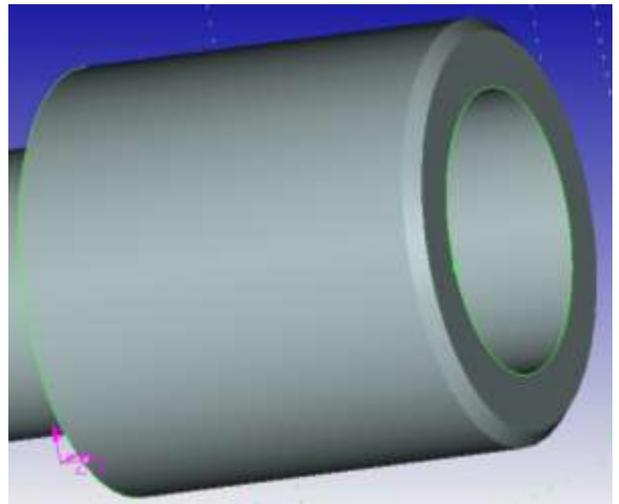

Рис. 4. Создание фаски
10. Поверните деталь вперед вырезом  $D_3$ . Выполните операцию **Сглаживание** (рис. 4), указав грань цилиндра диаметром  $D_1$  и выбрав в окне параметров команду **Фаска (длина-угол)** с параметрами фаски: длина = 2 мм, угол =  $45^\circ$ .